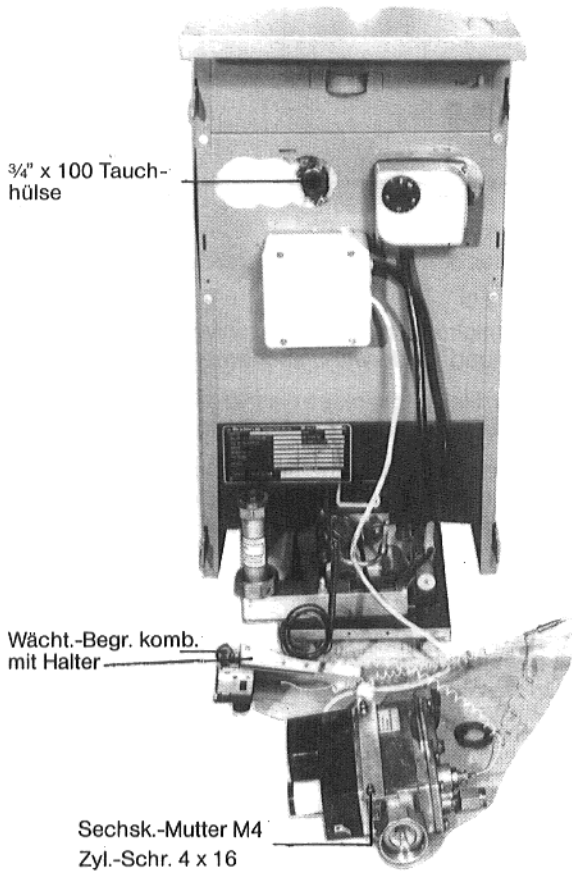

Abb. 2a
7. Gasbrennerarmatur ausbauen; dazu Armatur von Hauptgasleitung und Brennrost lösen (Abb. 2a).
8. Temperaturbegrenzer mit aufgestecktem 2-Leiter-Thermoelement an Gasbrennerarmatur mit Schrauben (bei CE 520 noch Hülsen) befestigen. Siehe Abb. 2a und 3.